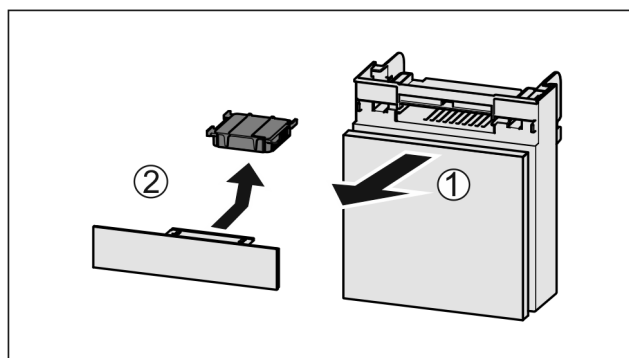

Fig. 159
- Zásuvku vytáhněte dopředu Fig. 159 (1).
- Filtr s aktivním uhlím vyjměte Fig. 159 (2).